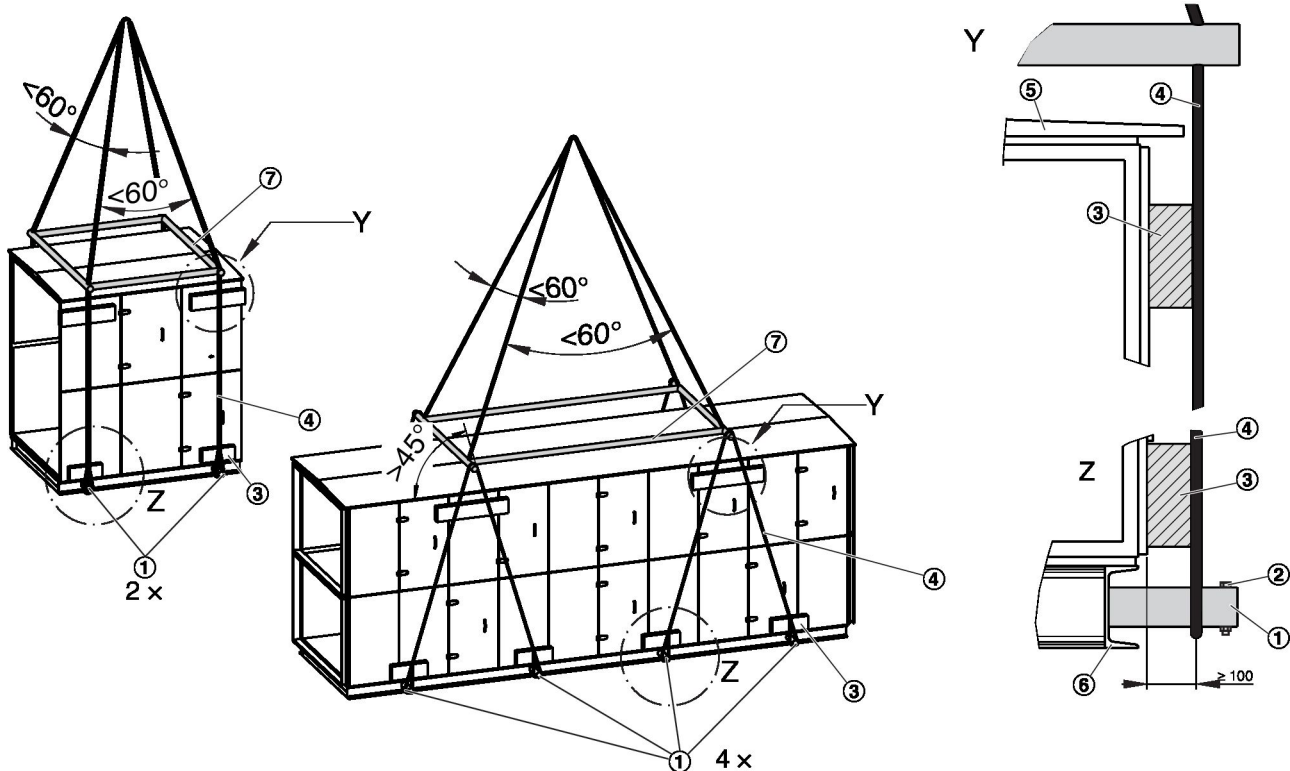

Abb. 5: Anschlag mit zwei oder vier Transportrohren
Die Anzahl der Bohrungen im Grundrahmen (Abb. 5 /6) gibt die Anzahl der zu verwendenden Transportrohre (Abb. 5 /1) vor.
- Die Anschlagart entsprechend der Anzahl der verwendeten Transportrohre auswählen Abb. 5
- 1 ▶ Die Transportrohre (Abb. 5 /1) in die Bohrungen im Grundrahmen schieben.
Die Transportrohre mit den Schrauben (Abb. 5 /2) sichern.
- 2 ▶ Anschlagmittel (Abb. 5 /4) um die Rohrenden der Transportrohre legen.
Anschlagmittel zwischen Grundrahmen (Abb. 5 /6) und den Schrauben (Abb. 5 /2) positionieren.
Die Kanten mit Distanzhölzern (Abb. 5 /3) schützen. Bei Bauteilen/Geräten mit Dach (Abb. 5 /5) Distanzhölzer so auswählen, dass der Abstand zwischen Anschlagmittel und Gerät von 100 mm gewährleistet ist.
Die Anschlagmittel mit geeigneten Spreizvorrichtungen (Abb. 5 /7) im Dachbereich, z. B. mit einer Traverse auseinander halten.